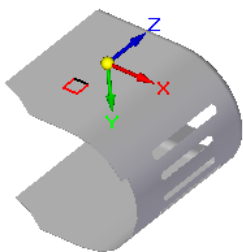

图 8.1.27 定义深度方向
(3) 定义百叶窗的形状及倒圆。在“百叶窗”命令条中单击按钮，在“百叶窗选项”对话框中选中端部开口百叶窗单选项，在区域选中包括倒圆复选框，在凹模半径文本框中输入值 2.0，单击确定按钮。
(4) 定义百叶窗深度及方向。在“百叶窗”命令条中单击“深度设置”按钮，在距离:文本框中输入值 2.0，并按 Enter 键，定义其深度方向向 Z 轴负方向（图 8.1.27 所示），单击鼠标左键。